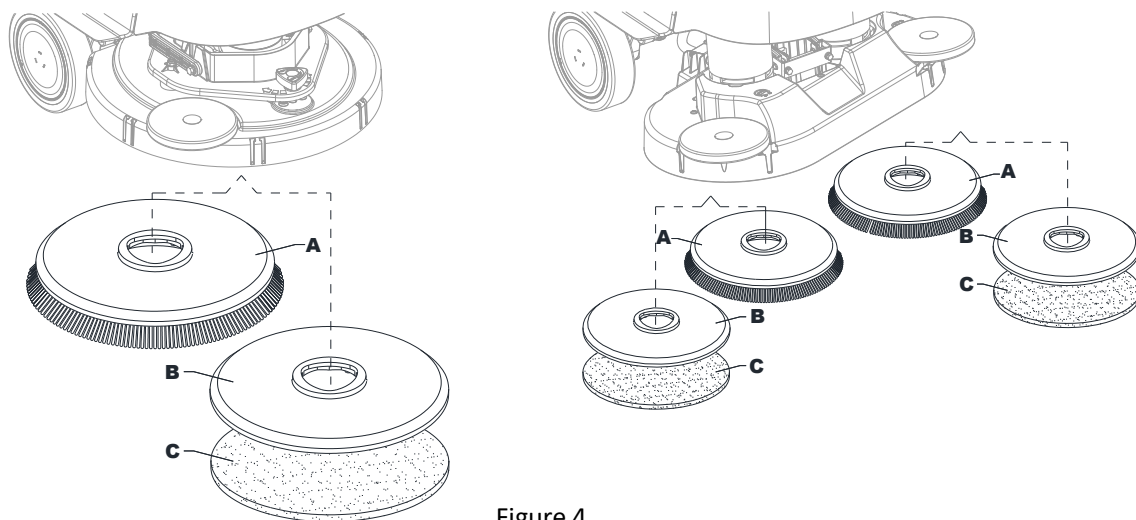

Figure 4
La machine peut être équipée de la brosse (A, Fig. 4) et du plateau porte-tampon (B) avec tampon (C), en fonction du traitement à effectuer sur le sol.
1. Placer la brosse (A) ou le porte-tampon (B) sous le plateau de lavage (39)/Plateau de brosse à disque double (43).
2. Appuyer sur le bouton marche/arrêt (62) et saisir le mot de passe pour démarrer la machine. Bouton cadran rotatif (67) pour sélectionner le mode de marche/arrêt de la brosse (71), appuyer sur le bouton cadran (61) pour confirmer.